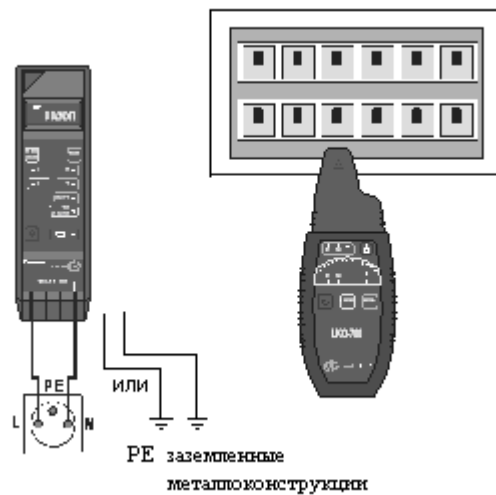

Рис.10 Идентификация предохранителей в щите
- Перемещая головку приемника от предохранителя к предохранителю и пользуясь клавишей **16** **ZOOM** (пункт 7.1) локализовать нужный предохранитель на основании максимума принимаемого сигнала (Рис.10) .